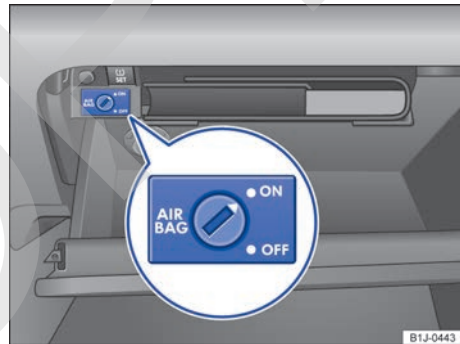

Fig. 32 En la guantera: conmutador de llave para activar y desactivar el airbag frontal del acompañante.
- Introduzca el paletón totalmente desplegado en el conmutador de llave situado en la guantera → fig. 32 hasta el segundo encastre. Aprox. 3/4 del paletón de la llave se encuentran entonces dentro del conmutador → .